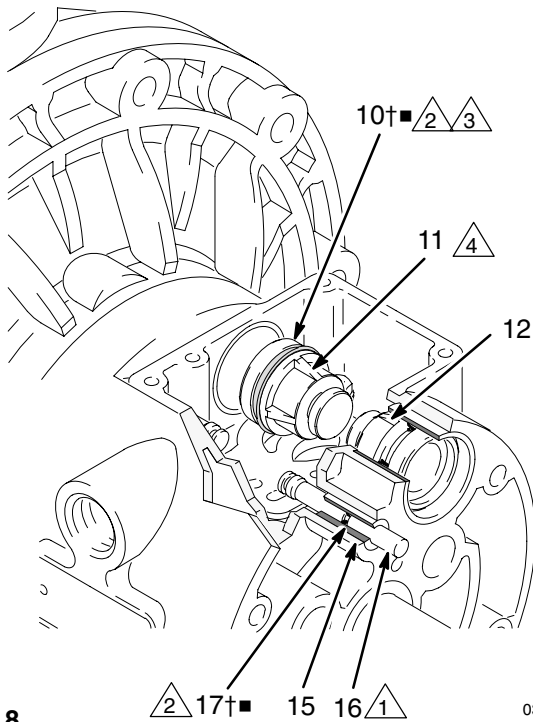

Fig. 8 03270B
4. Sortez les deux pistons d'actionneur (11) des coussinets (12). Retirez les joints en coupelle (10†■) des pistons. Sortez les axes de commande (16) des coussinets (15). Retirez les joints toriques (17†■) des axes de commande. Consultez la Fig. 8.
6. Vérifiez les coussinets (12, 15) en place. Consultez la Fig. 8. Les coussinets sont cintrés et, s'ils sont endommagés, doivent être retirés par l'extérieur. Cela nécessite le démontage de la section fluide. Consultez la page 20.
4. Installez un joint torique (17) sur chaque axe de commande (16). Graissez les axes et les joints toriques. Insérez les axes dans les coussinets (15), extrémité **fine** d'abord. Consultez la Fig. 8.
5. Installez un joint en coupelle (10) sur chaque piston d'actionneur (11), en orientant les lèvres des joints vers l'extrémité **fine** des pistons. Consultez la Fig. 8.
6. Lubrifiez les joints en coupelle (10) et les pistons d'actionneur (11). Insérez les pistons d'actionneur dans les coussinets (12), extrémité **large** d'abord. Laissez l'extrémité fine des pistons exposée. Consultez la Fig. 8.